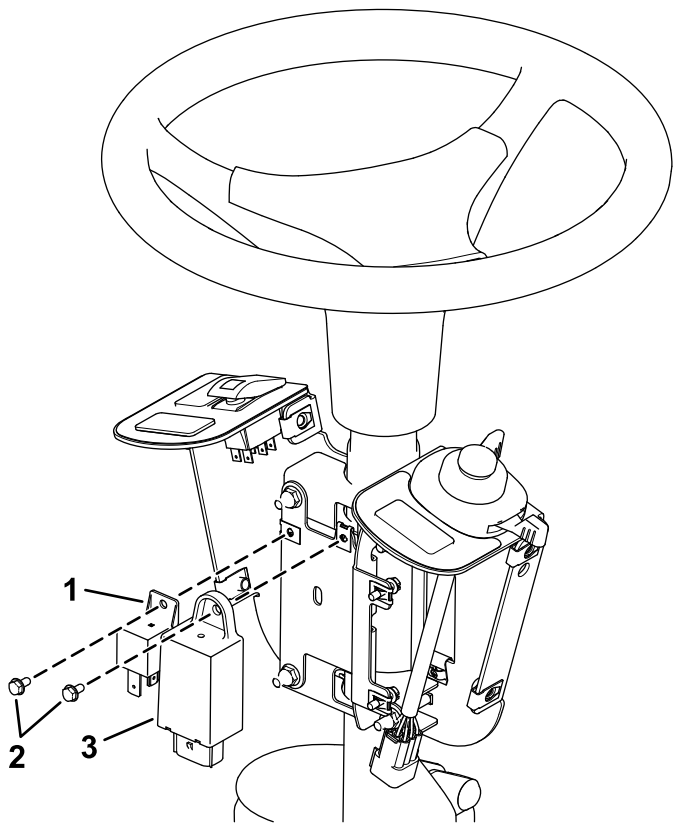

**Figura 6**
3. Instale o interruptor oscilador e tampões do furo na montagem do interruptor (Figura 6).